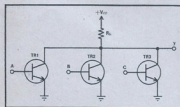

FIG. 5 — Circuito NOR DCTL.
Seja o circuito da Fig. 5, onde vemos três transistores ligados na configuração emissor comum, e cuja carga de coletor, R_L , é comum aos três. Se as três entradas receberem uma tensão negativa (ou mesmo nula), os transistores ficarão em corte e o potencial de saída (Y) será elevado, correspondendo a 1. Se pelo menos uma das entradas receber o sinal 1 (tensão positiva), o transistor correspondente saturará e manterá a saída em potencial baixo (zero).—Está portanto caracterizada a função OU NÃO (NOR).